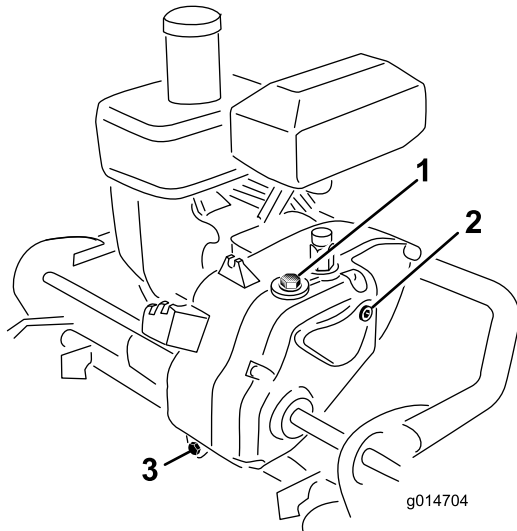

Bild 34
2. Entfernen Sie die Ablassschraube hinten am Getriebe (Bild 34).
3. Drücken Sie den Griff nach unten und kippen Sie die Maschine nach hinten. Nehmen Sie die Prüf-/Füllschraube aus der rechten Getriebeseite heraus (Bild 34).
6. Entfernen Sie die Ablassschraube oben am Getriebe (Bild 34). Entfernen Sie nicht das Entlüftungsrohr.